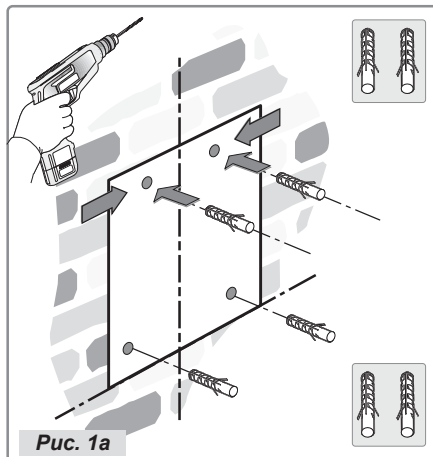

Рис. 1a
– Разместите лист со схемой на стене, убедившись, что линия на чертеже совпадает с расчерченной на стене линией. Пометьте положение отверстий и просверлите их (рис. 1a).